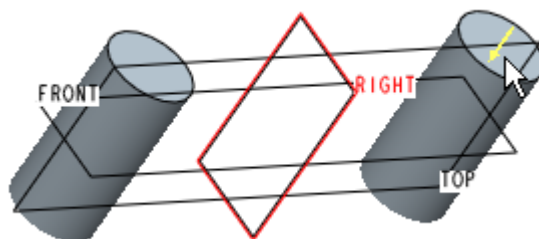

图 55-7
- (2) 单击按钮 ，打开【剖面】对话框，选择圆柱的一个端面为草绘平面，选择 RIGHT 基准面为视图方向参照，如图 55-7 所示。